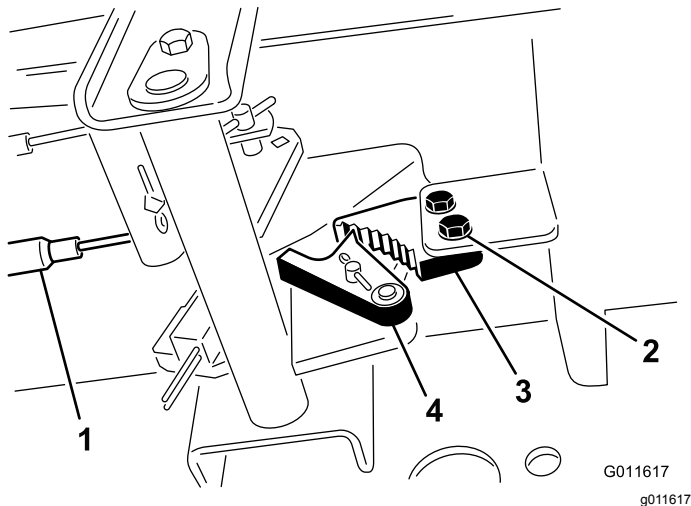

Figure 63
1. Desserrez les 2 vis qui fixent le cliquet du frein de stationnement au cadre (Figure 63).
2. Appuyez sur l'avant de la pédale du frein de stationnement jusqu'à ce que le verrou s'engage complètement sur le cliquet du frein (Figure 63).